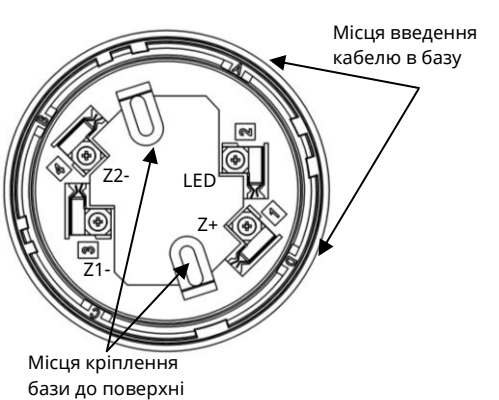
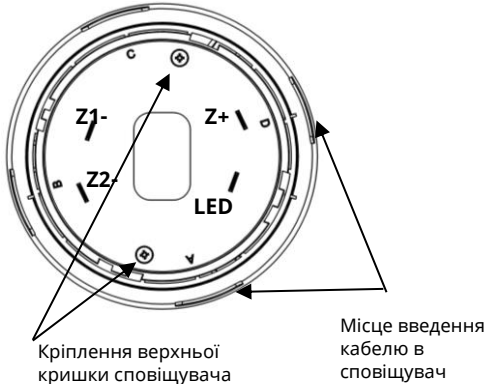

Рисунок 3.1 – Розташування клем на базі сповіщувача
Рисунок 4.1 – Вигляд сповіщувача з боку контактів
- 2) встановити базу на рівній поверхні, прикріпити шурупами або гвинтами згідно з Рис. 4.1, після затягування яких база не повинна бути деформована;
- 3) закріпити дроти ШС в гвинтових клемах бази відповідно до Рис. 3.1 і таблиці 3.1. В базі сповіщувача чотири клеми;
4.5 Для випадків, коли кабель всередину бази заводять збоку, в самій базі та в кришці сповіщувача передбачені вікна, в яких вирізають отвори за потреби. Ці вікна промарковані літерами «**А**», «**В**», «**С**», «**Д**» (Рис. 3.1, Рис. 4.1).